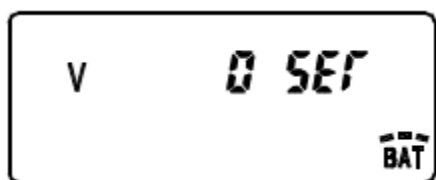

Рисунок 5.19 – Режим корекції місця нуля вертикального круга
- натисніть одночасно клавішу живлення та клавішу **V %**, прилад перейде у режим корекції місця нуля вертикального круга (рис. 5.19);